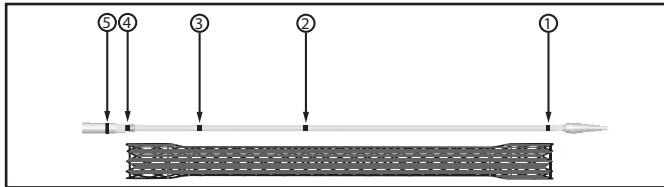
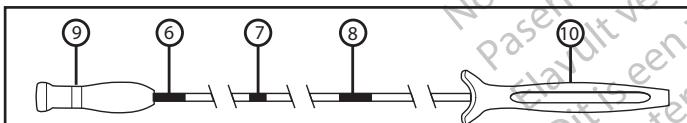

Figura 2. Sistema di rilascio e marcatori radiopachi (RO)
Figura 3. Sistema di rilascio, marcatori visivi e impugnature
Sull'impugnatura del sistema di rilascio, sono presenti tre marcatori visivi per facilitare il posizionamento dello stent quando si utilizza la visualizzazione endoscopica (Figura 3). Il marcatore visivo più distale indica che lo stent è completamente vincolato sul sistema di rilascio (Figura 3, n. 6), un marcatore visivo indica che lo stent è dispiegato al 50% (punto centrale) (Figura 3, n. 7) e il marker visivo più prossimale indica il punto in cui non è più possibile vincolare di nuovo lo stent (Figura 3, n. 8).
Sono presenti cinque marcatori radiopachi (RO) per facilitare il dispiegamento dello stent durante la fluoroscopia (Figura 2). Sul tubo interno del sistema di rilascio, sono presenti due marcatori radiopachi (RO) che identificano le estremità dello stent vincolato (Figura 2, n. 1 e n. 4). Tra questi marcatori radiopachi (RO) sono presenti due ulteriori marcatori radiopachi (RO). Un marcatore radiopaco (RO) indica il punto centrale dello stent (Figura 2, n. 2). Un marcatore radiopaco (RO) sul tubo interno indica il punto in cui non è più possibile recuperare lo stent (Figura 2, n. 3). Il quinto marcatore radiopaco (RO) sull'estremità anteriore del tubo esterno indica in che misura lo stent è stato dispiegato (Figura 2, n. 5).
Sotto guida fluoroscopica, posizionare lo stent in modo che il marcatore 2 (Figura 2) sia al centro del tumore o della fistola. Ciò garantirà che lo stent copra correttamente tutto il tumore.
Avviare il dispiegamento dello stent afferrando l'impugnatura distale (quella più lontana dall'operatore, Figura 3, n. 9) del sistema di rilascio con una mano e con l'altra afferrare l'impugnatura prossimale (quella più vicina all'operatore, Figura 3, n. 10) mantenendola ferma. Tra le impugnature è presente un ipotubo con alcuni marcatori visivi. Questi marcatori visivi aiutano l'operatore a dispiegare lo stent. Prima di dispiegare lo stent, è possibile visualizzare un marcatore in corrispondenza della posizione completamente vincolata/non dispiegata (Figura 3, n. 6).
Per dispiegare lo stent, afferrare l'impugnatura distale (quella più lontana dall'operatore, Figura 3, n. 9) con una mano e l'impugnatura prossimale (quella più vicina all'operatore, Figura 3, n. 10) con l'altra. Per dispiegare lo stent, tirare lentamente l'impugnatura distale verso l'impugnatura prossimale, mantenendo ferma l'impugnatura prossimale. Monitorare il rilascio dello stent sotto guida fluoroscopica e/o endoscopica, mantenendo i marcatori sul sistema di rilascio tra i margini identificati della stenosi. Se necessario, è possibile arrestare il dispiegamento e regolare la posizione dello stent in direzione prossimale senza recuperare lo stent prima di passare il marcatore che contrassegna il punto di recupero (Figura 3, n. 8). Fare riferimento alla sezione sulla tecnica di recupero. Se si è soddisfatti del posizionamento dello stent, procedere al dispiegamento totale.
- Lo stent può essere recuperato in qualsiasi punto fino ai marcatori che contrassegnano il punto di recupero (radiopaco, Figura 2, n. 3 e visivo, Figura 3, n. 8).
Nota: lo stent è totalmente vincolato se il marcatore visivo (Figura 3, n. 6) è completamente visibile.
- C. Richiudere la guaina del tubo esterno del sistema di rilascio spingendo l'impugnatura distale (Figura 3, n. 9) lontano dall'operatore. Estrarre lentamente il sistema di rilascio e il filoguida.